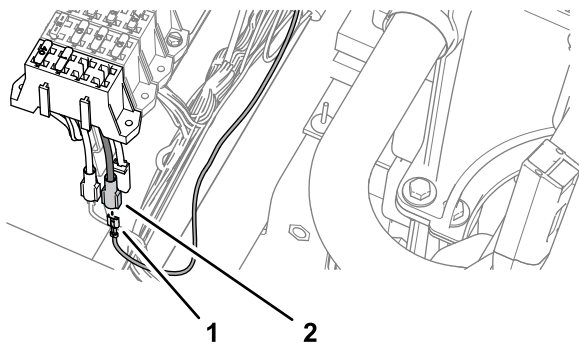

Figure 91
4. Branchez la borne du faisceau du kit étiquetée SWITCHED PWR sur le connecteur à lame pour l'alimentation des options du porte-fusibles (Figure 91).